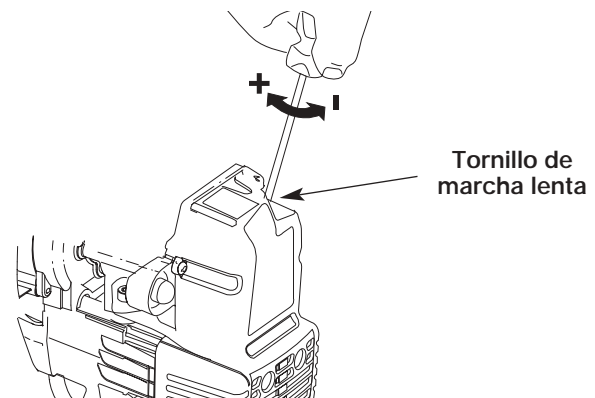

Fig. 17
La velocidad lenta del motor puede ser ajustada por la cubierta del silenciador / filtro de aire (Fig. 17).
- Suelte el gatillo del regulador y deje que el motor funcione en marcha lenta. Si el motor se para, inserte un pequeño destornillador Phillips o de vástago plano en el orificio de la cubierta del silenciador / filtro de aire (Fig. 17). Gire el tornillo de marcha lenta en sentido horario, de a 1/8 de vuelta por vez (según sea necesario) hasta que el motor funciona en mínima.